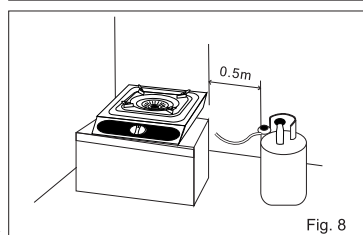

Fig. 8
- Butelia de gaz trebuie să stea la cel puțin 0,5m de plita pe gaz (fig.8)